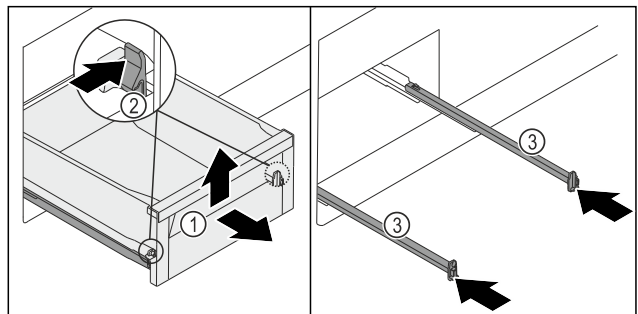

Fig. 118
- Sortir le tiroir Fig. 118 (1) jusqu'en butée.
- Appuyer simultanément sur les languettes Fig. 118 (2) situées à gauche et à droite.
- Le tiroir Fig. 118 (1) se détache des rails.
- Soulever l'avant du tiroir Fig. 118 (1).
- Retirer le tiroir Fig. 118 (1) par l'avant.
- Pousser les rails Fig. 118 (3).